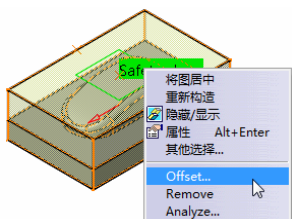
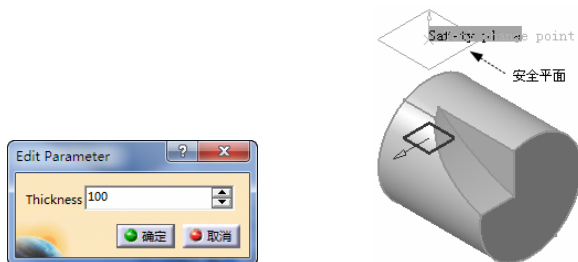

图 4-10 快捷菜单 (1)
图 4-11 创建的安全平面 (1)
- 右键单击所创建的安全平面，在弹出的快捷菜单 (1) 中选择“Offset”命令，如图 4-10 所示。系统弹出“Edit Parameter”对话框，在“Thickness”文本框中输入偏移值“100”，单击“确定”按钮，创建的安全平面 (1) 如图 4-11 所示。